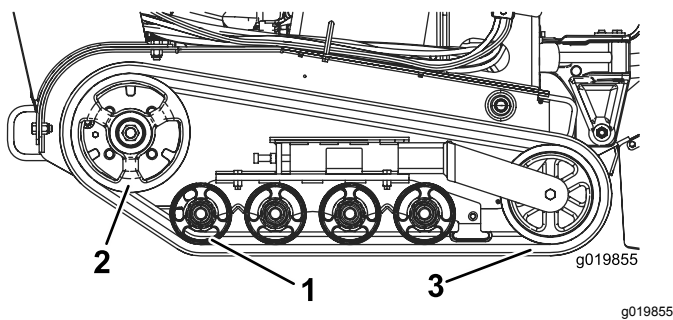

Figura 46
Importante: Asegúrese de limpiar completamente las ruedas de rodaje y la rueda motriz (Figura 46). Las ruedas de rodaje deben rodar libremente cuando están limpias.
8. Empezando en la rueda motriz, pase la oruga nueva alrededor de la rueda, asegurándose de que los dientes de la oruga encajen entre los espaciadores de la rueda (Figura 46).
9. Introduzca la oruga por debajo y entre las ruedas de rodaje trasera y central (Figura 46).